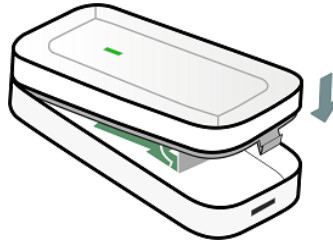

Рисунок 6.6 – Закрытие корпуса датчика
- 5) Закройте корпус магнита (см. рисунок 6.6).